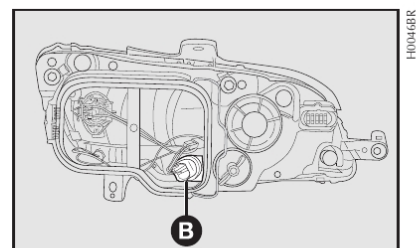

fig. 30
2) retirar o porta-lâmpadas **B**-fig. 30 girando-o no sentido anti-horário;